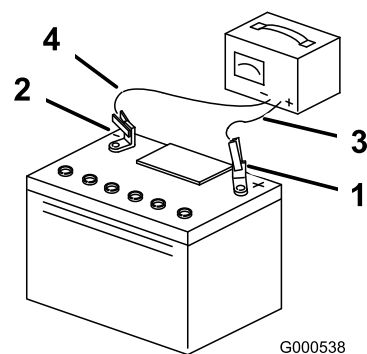

Figure 39
3. Quand la batterie est chargée au maximum, débranchez le chargeur de la prise, puis débranchez les fils du chargeur des bornes de la batterie (Figure 39).